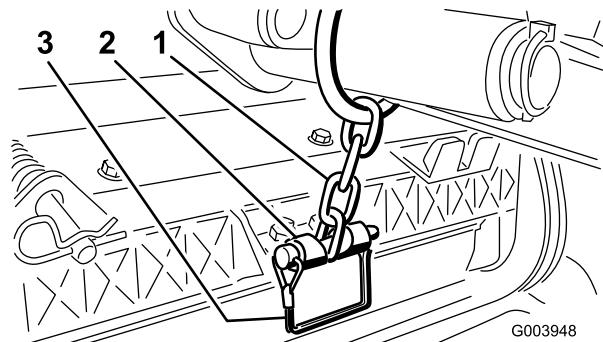

**Figura 8**
- A. Retire el pasador de seguridad y la arandela que fijan el eje pivotante del brazo de elevación al brazo de elevación, y deslice el eje pivotante fuera del brazo de elevación (Figura 8).
- C. Introduzca el eje del brazo de elevación en el brazo de elevación y fíjelo con la arandela y el pasador de seguridad (Figura 8).